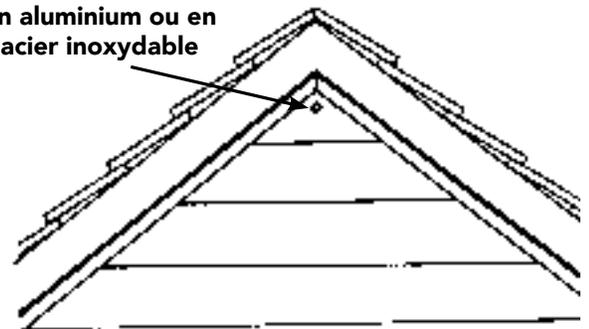

Figure 45
- Le dernier panneau en vinyle (au faite du pignon) requiert un clouage de face avec un clou de finition, une méthode de fixation rarement utilisée (Figure 45). Il faut que le clou pénètre d'au moins 32 mm (1 1/4 po) le mur revêtu et l'ossature ou autre substrat clouable, ou sa longueur doit être conforme aux indications de Abtco .